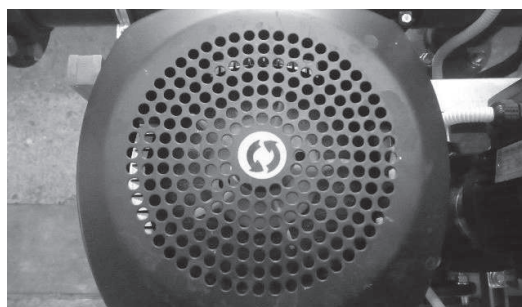

Рис. 1 Стрелка, указывающая направление вращения
- стрелка на кожухе вентилятора электродвигателя указывает правильное направление вращения (см. рис. 1),